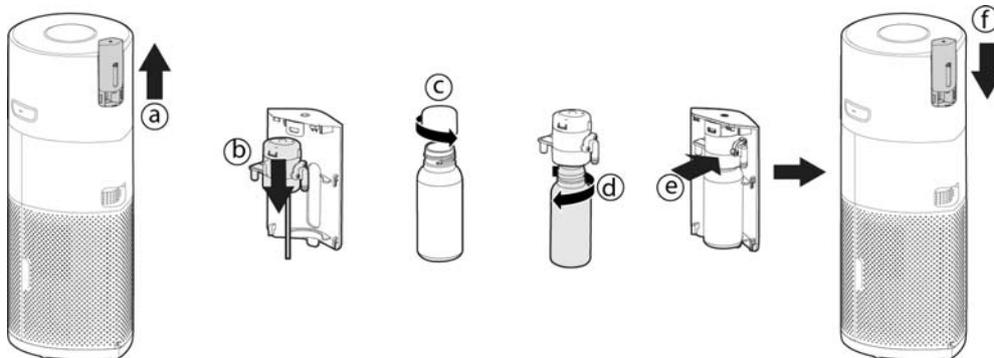

Fig. 2
2. Montez la bouteille du diffuseur [Fig. 2]